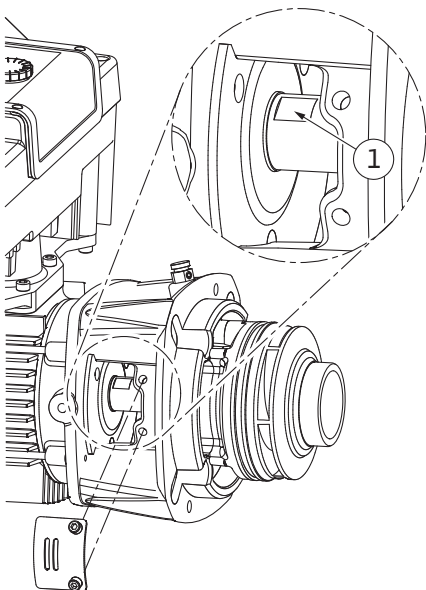

Fig. 105: Schlüsselflächen auf Welle
14. Einen Maulschlüssel (SW22 mm), in das Laternenfenster einführen und die Welle an den Schlüsselflächen festhalten (Fig. 105, Pos. 1). Die Laufradmutter (Fig. I, Pos. 22) ausdrehen. Das Laufrad (Fig. I, Pos. 21) wird automatisch von der Welle abgezogen.
3. Einen Maulschlüssel (SW22 mm), in das Laternenfenster einführen und die Welle an den Schlüsselflächen festhalten (Fig. 105, Pos. 1).
10. Einen Maulschlüssel (SW32 mm), in das Laternenfenster (Fig. IV, Pos. 38) einführen und die Welle an den Schlüsselflächen festhalten (Fig. 105, Pos. 1). Laufrad mit Unterscheibe(n) und Mutter montieren. Mutter festziehen. Beschädigungen der Gleitringdichtung durch Verkanten vermeiden.